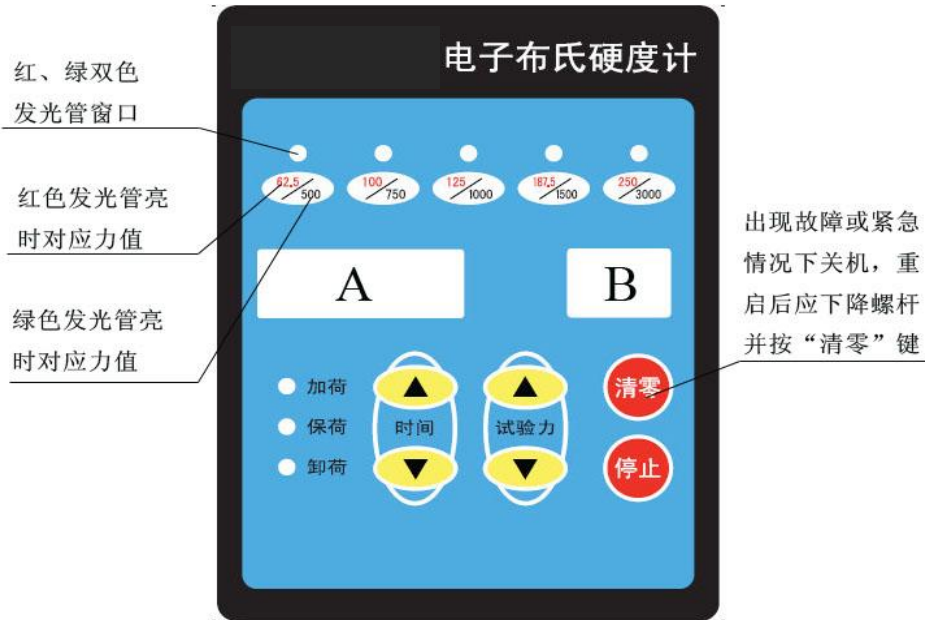

图 4
4.1 硬度计面板功能包括六个输入键和加荷、保荷、卸荷三个状态指示（图 4）。